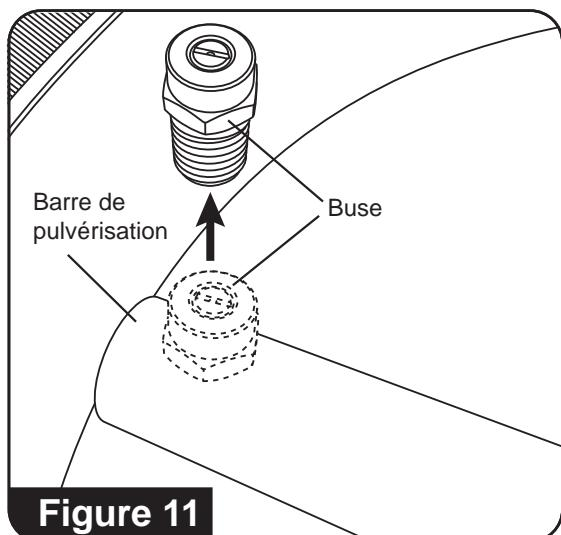

Figure 11
3. À l'aide d'une clé de 14 mm (non incluse), retirez les deux buses de la barre de pulvérisation (**Consultez la figure 11**).